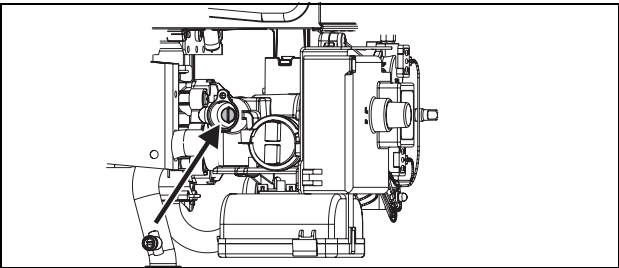

Fig. 16 Parafuso de ajuste de caudal de gás máximo
- ▶ Retirar a selagem do parafuso de ajuste (Fig. 16).
- ▶ Utilizando o parafuso de ajuste (Fig. 16) regular a pressão até atingir os valores indicados na tabela 6.